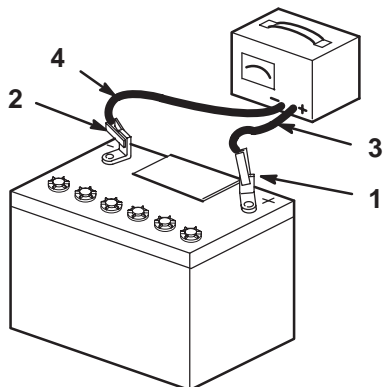

Figure 58
4. Quand la batterie est chargée au maximum, débranchez le chargeur de la prise, puis débranchez les fils du chargeur des bornes de la batterie (Fig. 58).